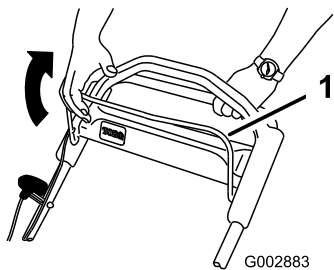

Bild 16
2. Halten Sie den Messerschaltbügel gegen den Handgriff gedrückt (Bild 16).